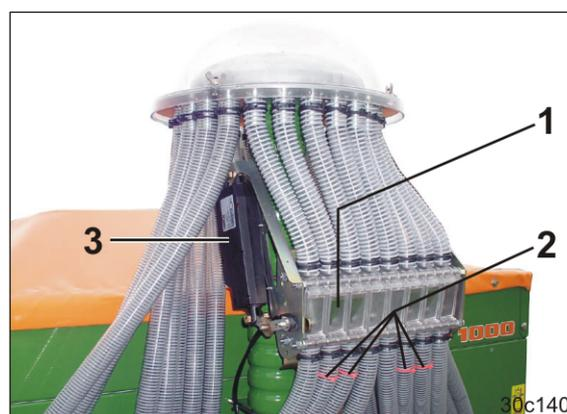

Fig. 68
- las chapaletas de carriles cierran en la caja de chapaletas (Fig. 68/1) el transporte de semillas hacia los conductos de semillas (Fig. 68/2) a los conductos de semillas de las rejas trazadoras de carriles. Un motor eléctrico (Fig. 68/3) acciona las chapaletas de carriles.
Las trampillas activas de la caja de chapaletas están marcadas. Las abrazaderas rojas (Fig. 68/2) de los conductos de semillas marcan las chapaletas de carriles activas.